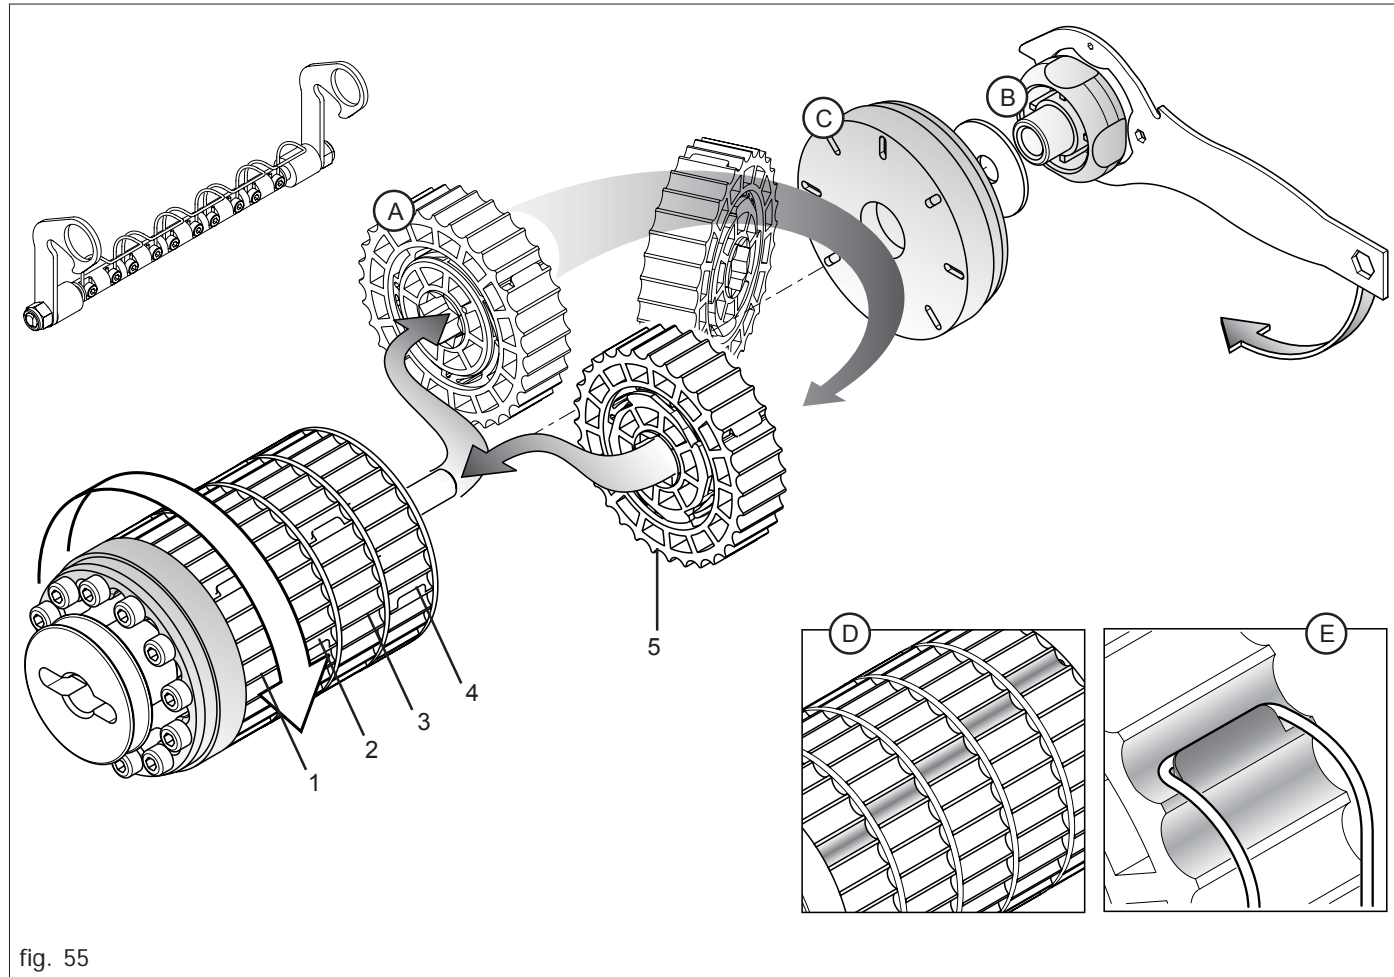

fig. 55
Dit d'abord que chaque secteur (A, Fig. 55) distribue le 20% de produit de l'entier roulement distributif, est possible de réduire les secteurs en travail et augmenter la vitesse de rotation de la boîte de vitesse, en obtenant une distribution homogène.
Après avoir démonté le roulement de dosage de l'équipement, utiliser la clé en dotation pour dévisser la pommelle (B, Fig. 55) et enlever l'embout de blocage (C). Ôter le secteur ou les secteurs à exclure et monter renversés de 180° en respectant les positions (1-2-3-4-5, Fig. 55).
Pour monter les secteurs, faire de façon que en conditions de travail ceux actifs présentent les gorges distributives ne soit pas alignées (D, Fig. 55), pour garantir la continuité à la distribution.
Bloquer l'élément nettoyant dans la position de travail, en vérifiant que les ressorts crochètent les respectifs secteurs précédemment renversés (Et, Fig.55) en bloquant la rotation et donc la distribution.